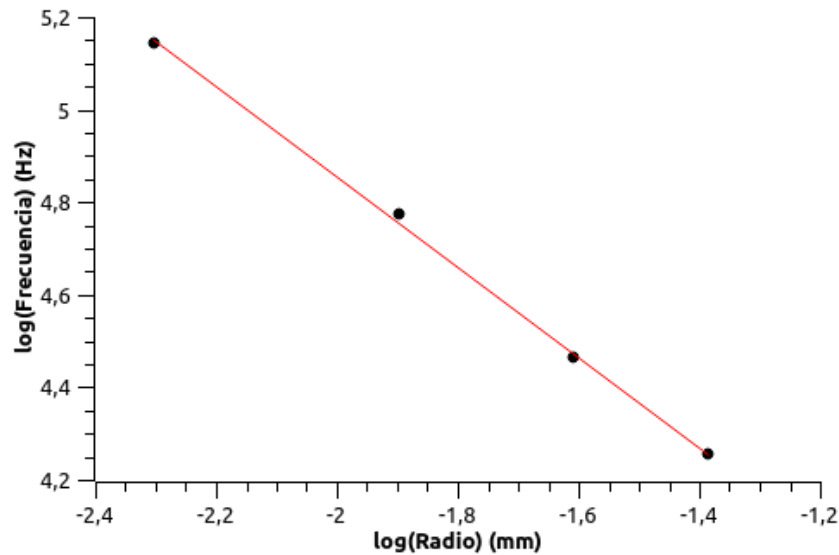

Figura 5: Frecuencia frente al radio
- En la Figura 5 está representado en escala logarítmica la frecuencia en función del radio del hilo. Podíamos deducir que la frecuencia aumentará a menor radio, ya que implica menor sección, y $f = \frac{nv}{2L} = \frac{1}{2L} \sqrt{\frac{T}{\rho}}$